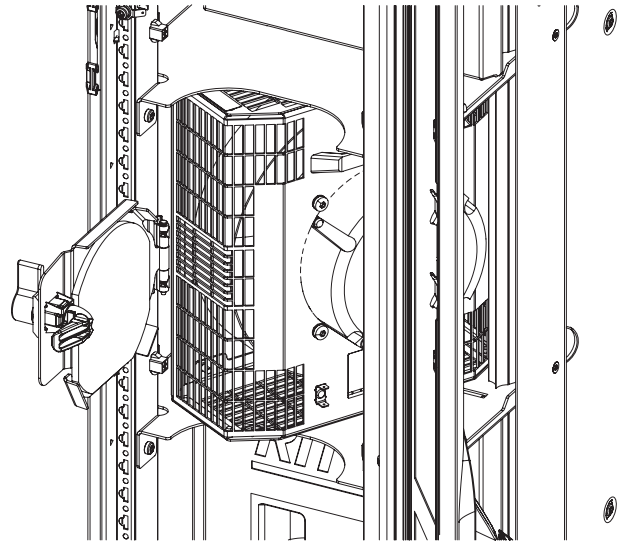

Abb. 52: Gedrehtes Lüftermodul im Lüftereinschub
- Drehen Sie das Lüftermodul im Einschub gegen den Uhrzeigersinn um 90° (Abb. 52).